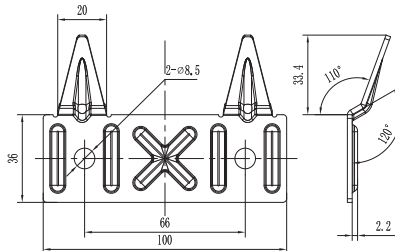

Fig. 3
2. Pasi të zgjidhni vendin e montimit, bëni dy vrima në mur me thellësinë e duhur dhe futni vidat, ktheni grepin lart, shtrengoni bullonat mirë dhe më pas instaloni ngrohësin e ujit mbi të (shih fig.3).